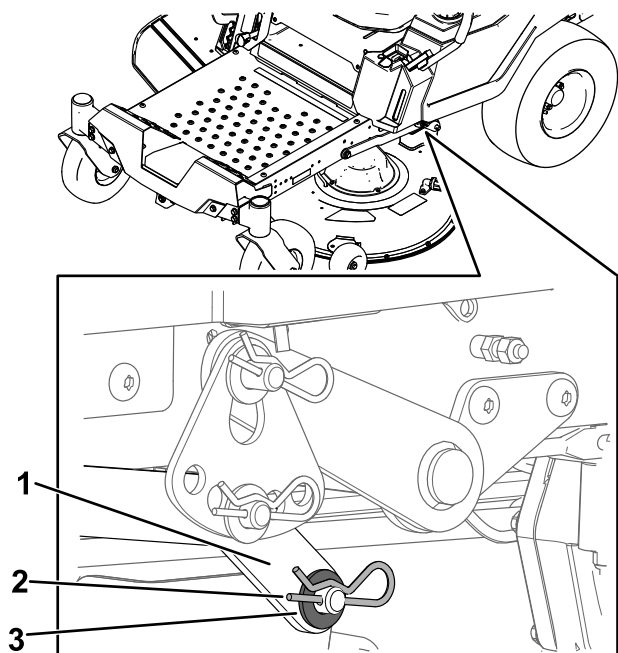

Figura 73
6. En un lado de la máquina, retire la arandela y la chaveta del pasador de la carcasa (Figura 73).
7. Retire el brazo de elevación del pasador de la carcasa (Figura 73).
5. En un lado de la máquina, eleve la parte trasera de la carcasa del cortacésped e instale el brazo de elevación en el pasador de la carcasa (Figura 73).
6. Instale el brazo de elevación con la arandela y la chaveta (Figura 73).